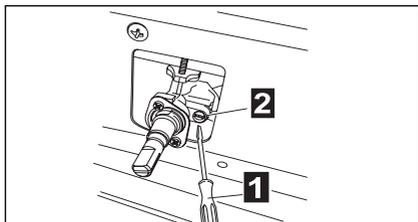

fig. 10
- Introduisez un petit tournevis **1** dans la vis **2** de réglage se trouve sur le côté de l'axe (fig. 10).